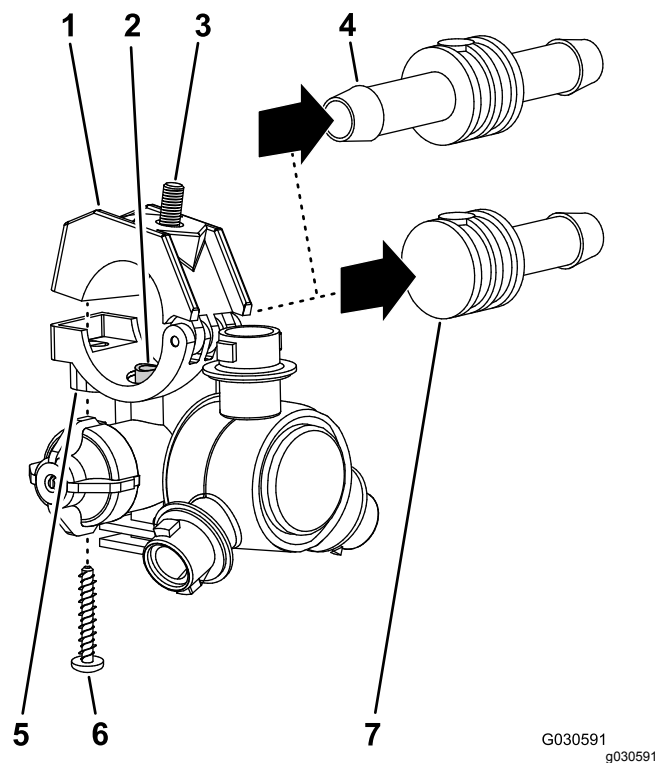

Figura 72
2. Retire o parafuso de aço inoxidável (N.º 12 x 1-1/4 pol.) que prende a metade do grampo superior e a haste do tubo roscado simples ou dupla (3/4 pol.) ao corpo do bico do pulverizador e separe a haste do tubo roscado e o tubo do bico (Figura 72).